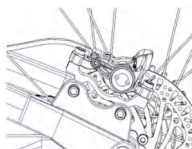
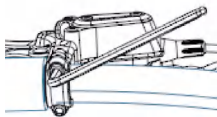

Figure 2-3 Orientation de l'étrier de frein
Figure 2-4 Installation du levier de frein
- ① Installez l'étrier de frein avant / le convertisseur d'étrier de frein arrière sur les trous de vis de support (comme indiqué sur la figure 2-3).
- ② Desserrez les vis de fixation du corps de l'étrier de frein pour mettre le corps de l'étrier de frein dans un état qui peut être réglé avec précision, puis installez le convertisseur sur le cadre.
- ① Fixez d'abord le levier de frein.
- ② Serrez une vis à moitié serrée, puis serrez l'autre vis et enfin remettez la vis d'origine pour la serrer (comme indiqué sur la figure 2-4).
- ③ ★ Couple de verrouillage du levier de frein = 60~80kgf-cm (52~69lb-in)
- ④ Saisissez le levier de frein pour le maintenir enfoncé et serrez les vis de fixation du corps de l'étrier de frein pendant que la plaquette de frein appuie sur le disque.
- ⑤ Veuillez appuyer plusieurs fois sur le levier de frein pour confirmer si l'action de freinage est normale et s'il y a une fuite d'huile.
- ⑥ ★ Couple de serrage de la vis de fixation du convertisseur = 70~90kgf-cm